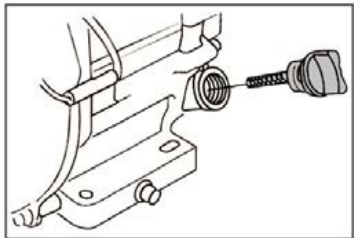

Рис. 11 Крышка-щуп маслозаливной
2. Выкрутите крышку-щуп маслозаливной горловины и извлеките щуп (Рис. 11).